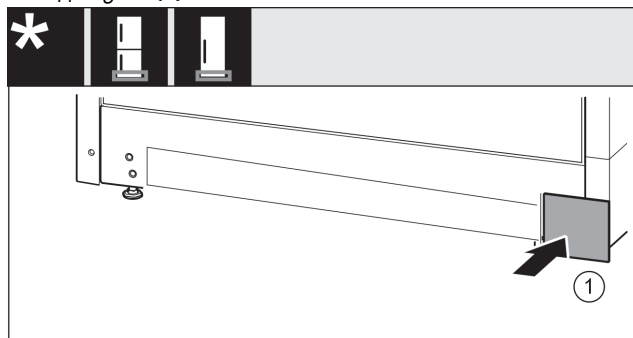

Fig. 18
- ▶ Поставете капака отново върху другата страна. Fig. 18 (1)